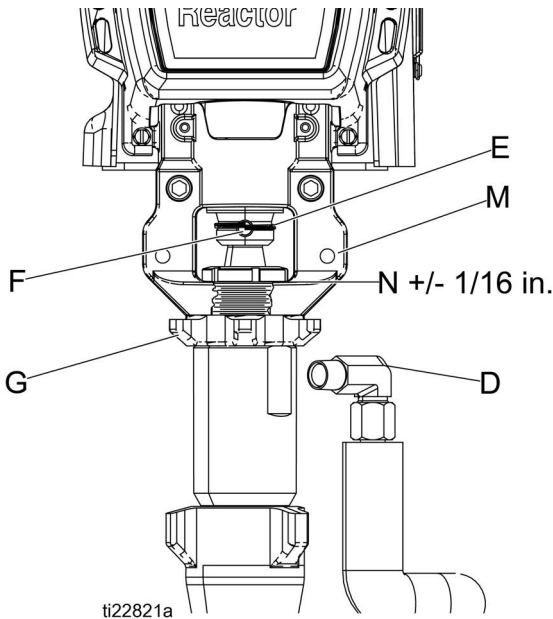

图 3
- 1. 确保防松螺母 (G) 是以平的一侧朝上拧到泵上。将泵拧入轴承套 (M)，直到销针孔对齐。将销针 (F) 推入。将固定线夹 (E) 向下拉。请参见图 3，了解视图和装配注释。
- 2. 继续将泵拧入轴承套，直到流体出口 (D) 与钢管对齐而且顶部螺纹距离轴承面 (N) 上下 1/16 英寸 (2 毫米)。
- 3. 用无火花榔头重重击打防松螺母 (G)，使其紧固。
- 4. 重新连接流体入口 (C) 及出口 (D)。